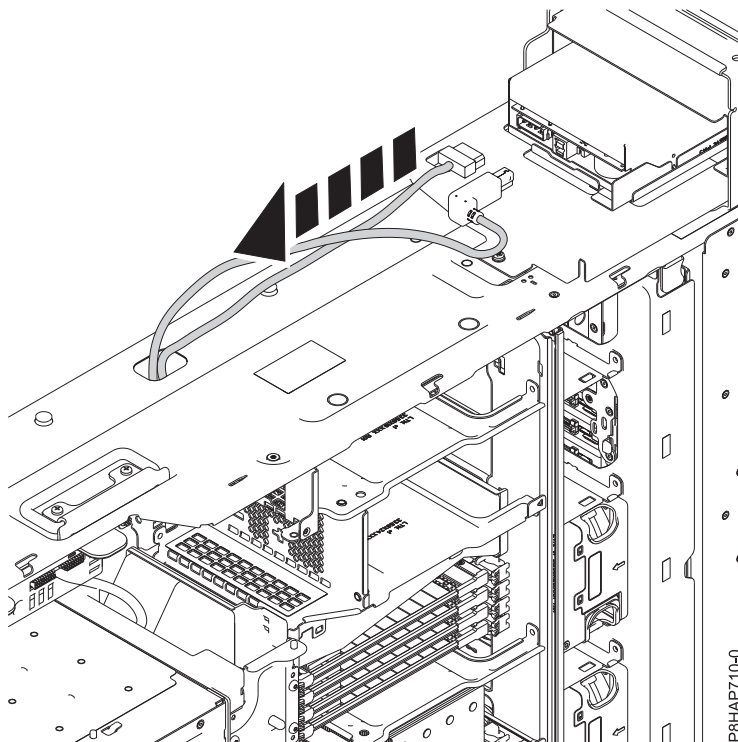

Figure 65. Déconnexion du câble USB et du câble d'alimentation électrique de la station d'accueil RDX interne (FC EUA3)
2. Déconnectez le câble d'alimentation électrique de l'arrière de la station d'accueil RDX interne (FC EUA3). Voir figure 65.